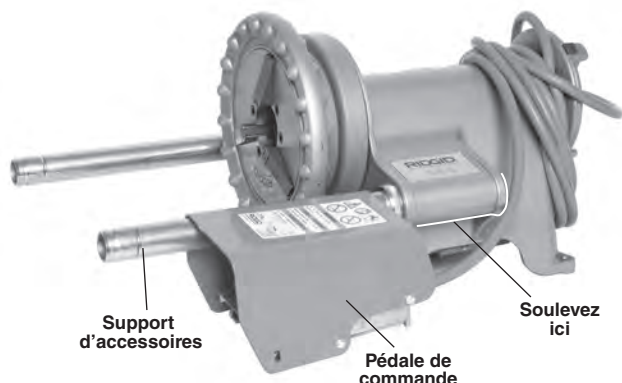

Figure 26 – Préparation au transport de l'appareil nu
1. Enroulez le cordon d'alimentation et pendez la pédale de commande sur un des supports d'accessoires comme indiqué à la Figure 26.